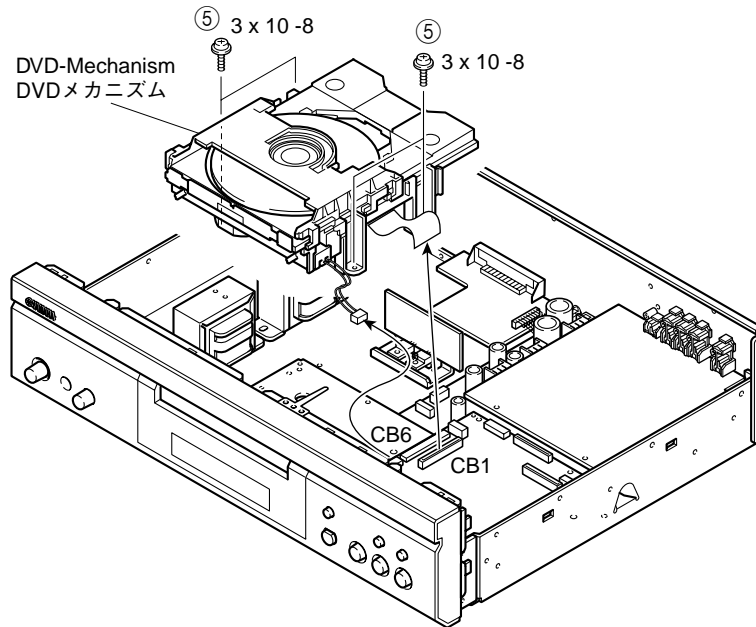

Fig. 5
- a. Disconnect the connectors CB1 and CB6. (Fig. 5)
- a. Remove 4 screws (⑤). (Fig. 5)
- b. Remove the DVD-Mechanism. (Fig. 5)
- a. コネクターCB1、CB6を外します。(Fig. 5)
- b. ⑤のネジ4本を外します。(Fig. 5)
- c. DVDメカを取り外します。(Fig. 5)